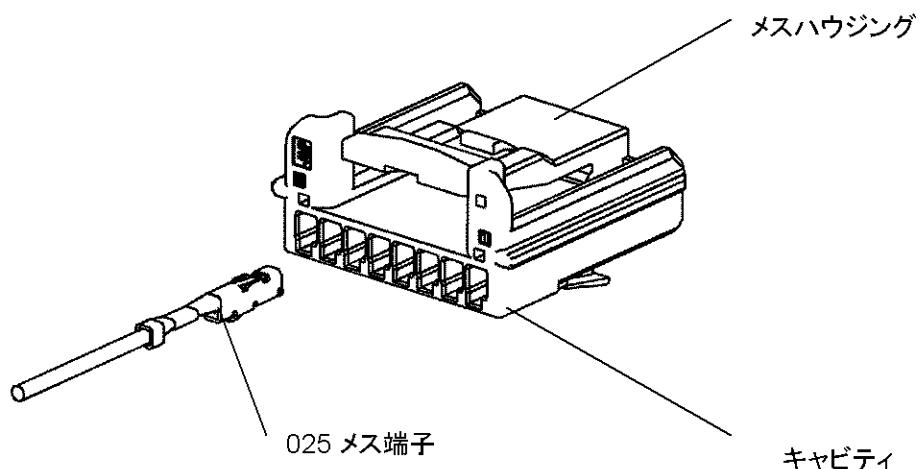

Fig.14
- (3) Fig.14 のような向きにメス端子を指定のキャビティ(メス端子が収納される穴)に挿入します。ランス(端子ランス)が係止され、それ以上挿入できなければ完了です。